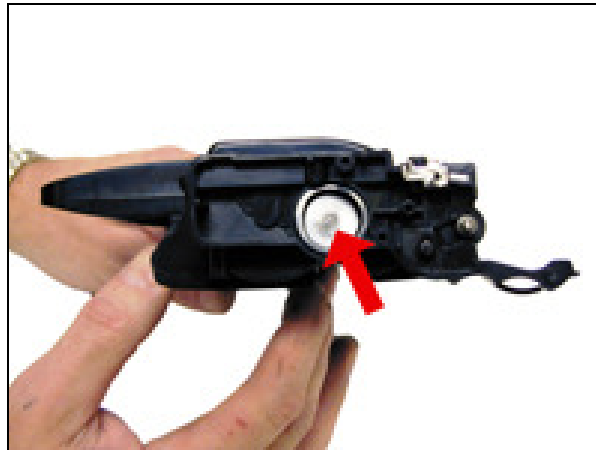

Figura 26
21) En la sección de la tolva de tóner, cuidadosamente haga palanca para sacar el tapón de la tolva y proceda a descargar todo vestigio de tóner anterior. El tapón, al estar algo empotrado puede ser algo complicado sacarlo, hacer palanca con el destornillador pequeño para levantarlo pero cuidando de no dañar su contorno. Ver Figura 26.